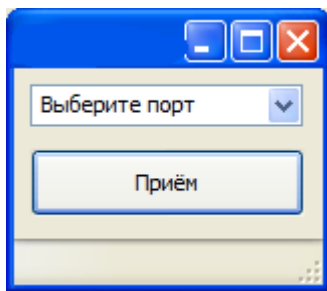

Рис. 6.9 Экран программы Приём.exe
6.5.2 Для передачи данных с информацией о спектре сигнала и порогах необходимо запустить на персональном компьютере программу приёма данных (Приём.exe), поставляемую на компакт-диске, (рис. 6.9). Выбрать в выпадающем списке номер порта, который назначила система модулю USB. Нажать кнопку «Приём» и выбрать папку, в которую будут сохранены данные.